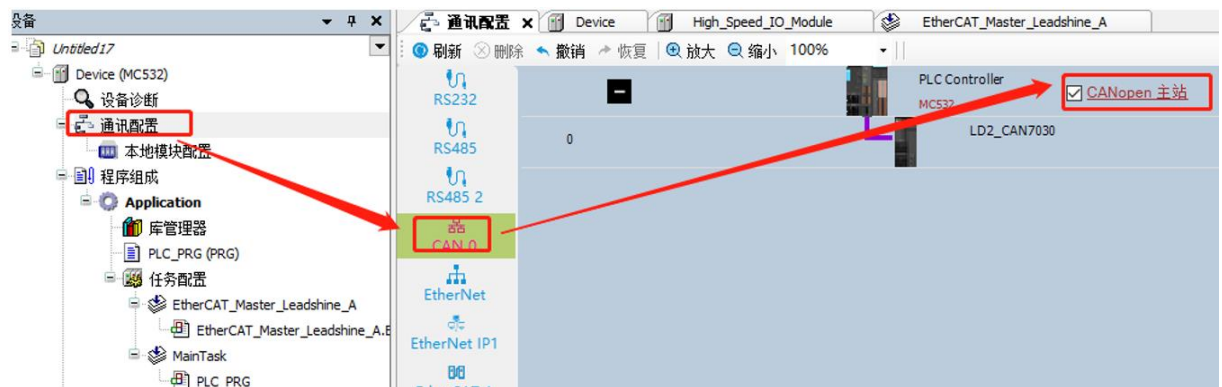

图 5.28 添加 CANopen 主站
1) 选中通讯配置后，双击鼠标左键进入模块配置页。选中“CAN_0”进入 CAN 总线配置，勾选“CANopen 主站”后，左侧项目树出现 CANbus 总线，如图 5.28 所示。